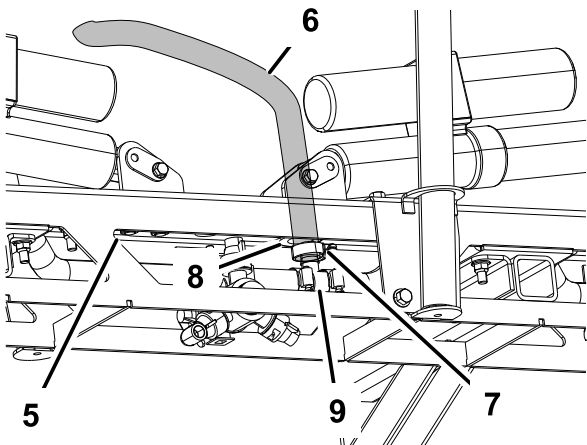

Figura 29
- Spalmate del sapone liquido sulla dentellatura del flessibile delle connessioni a T di entrambe le barre di prolunga (Figura 29). Montate il flessibile di prolunga della barra sopra la dentellatura e fissate con un serratubo.